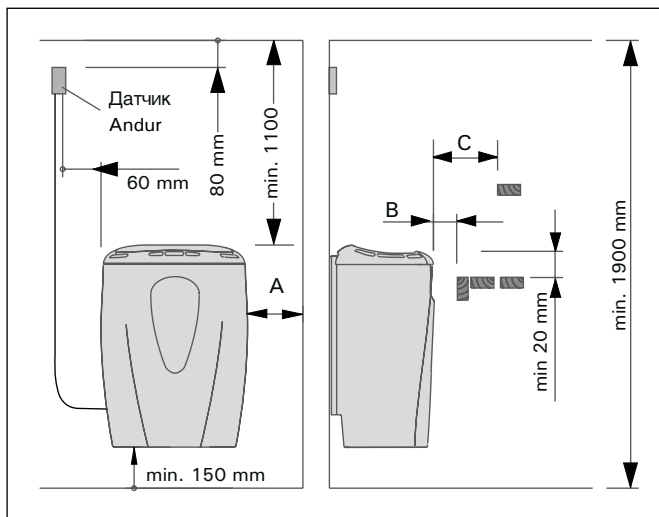
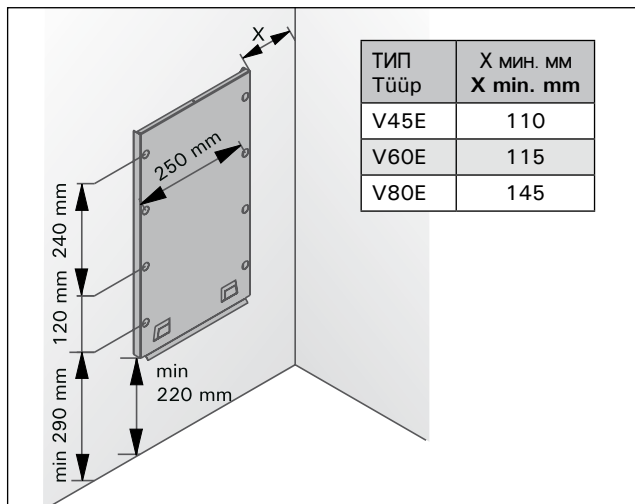

Рисунок 5. Расстояния безопасности
Рисунок 8. Установка крепёжной рамы
- При расположении каменки выполняются условия минимальных расстояний, изображенных на рис. 5 и указанных в таблице 2.
1. С помощью прилагаемых шурупов прикрепите к стене монтажную раму, соблюдая минимальные расстояния, указанные в таблице 2 и на рис. 5. Установка рамы изображена на рис. 8.
При установке защитного ограждения вокруг каменки следует соблюдать расстояния, указанные на рис. 5 и в табл. 2.
Сечение проводов, подходящих к управлению нагревом и к сигнальной лампочке, должно соответствовать питающему кабелю каменки. Каменка полустационарно подсоединяется к соединительной коробке в стене сауны. См. рис. 8. В качестве кабеля следует использовать резиновый кабель типа HO7RN-F или подобный.
Датчик температуры для каменки VE временно помещен под защитную крышку блока коммутации. Его необходимо извлечь оттуда и установить на стену сауны, как показано на рис. 5.